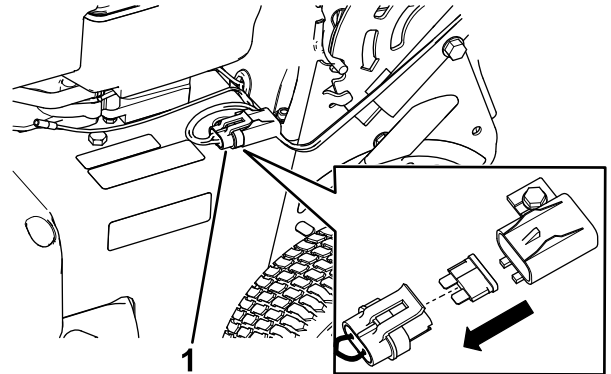

Figura 33
1. Abra o porta-fusíveis selado e substitua o fusível (Figura 33).